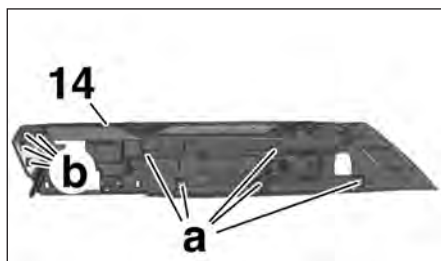

FIG.78
• Dégrafer la garniture de tablette arrière (14) en (a) et en (b) puis débrancher les connecteurs attenants (Fig.78).